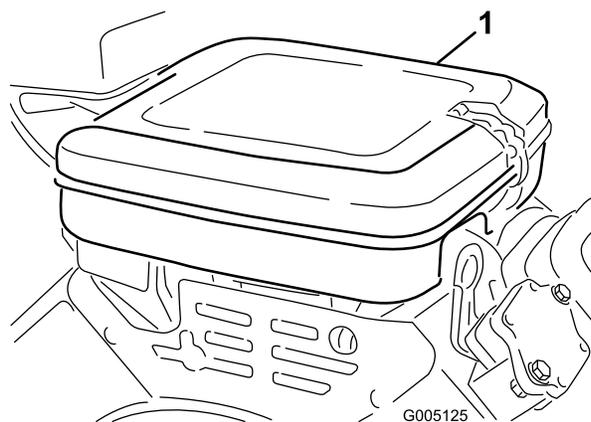

Рисунок 30
1. Очистите крышку воздухоочистителя (Рисунок 30).